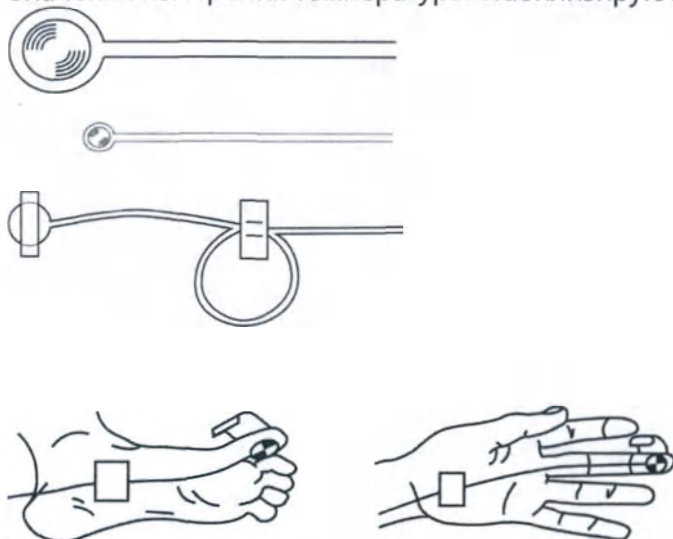

Рис. 8.47 – Рекомендуемые места для размещения датчиков температуры
- Поместите датчик в полость тела (рис. 8.47) или на поверхность тела (рис. 8.49) пациента.
- Закрепите датчик и кабель лейкопластырем (рис. 8.47)